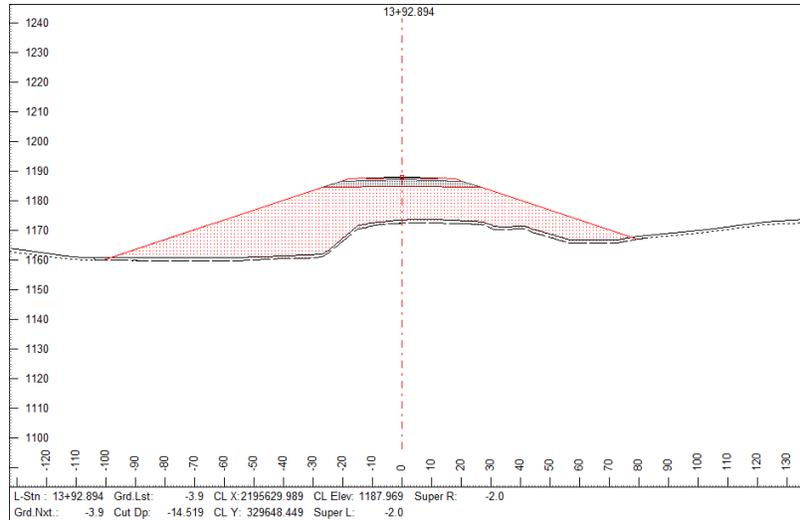

Figura 24-2: Sitio Elegido para Ubicación del Drenaje
4. El cursor cambiará a un lápiz con signo de interrogación . Haga Clic cerca del drenaje para crear un punto nuevo de reporte. Mueva la cruz roja hasta que esté sobre el drenaje y haga clic una segunda vez para anclar el punto. La sección transversal se actualizará para mostrar la nueva ubicación (Figura 24-2).